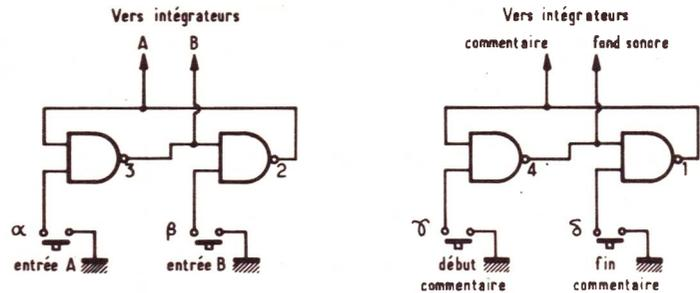

Figure 4
• **Les circuits logiques (figure 4)**